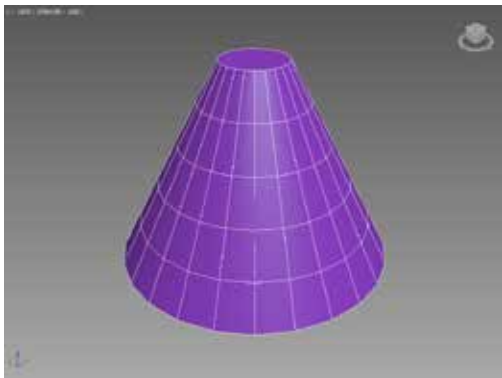

图 2-54 创建平顶圆锥体
STEP 04 在“参数”卷展栏的“半径 2”列表框中输入数值 15，可以创建平顶圆锥体，如图 2-54 所示。